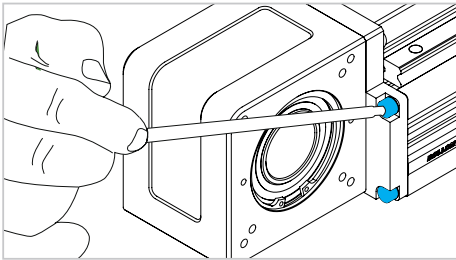

Abb. 7
4) Zur Demontage des Umlenkkopfes entfernen Sie die vier Schrauben am Befestigungsflansch (Abb. 7).